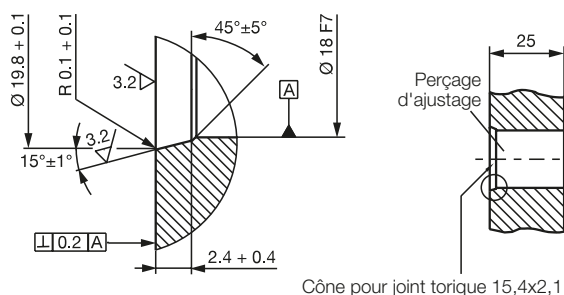

Fig. 4-4 : Perçage d'ajustage pour le montage du BTL avec joint torique
Perçage d'ajustage : la surface d'appui du BTL doit reposer entièrement sur la surface de réception. Le joint torique adéquat doit parfaitement étanchéifier le perçage, cela signifie que le lamage du joint torique doit être réalisé de manière conforme, voir Fig. 4-4.
La profondeur du trou de vissage doit être d'au moins 25 mm (voir Fig. 4-4).
- ▶ La surface d'appui du BTL doit reposer entièrement sur la surface de réception. Le joint torique adéquat doit parfaitement étanchéifier le perçage, cela signifie que le lamage du joint torique doit être réalisé de manière conforme, voir Fig. 4-4.